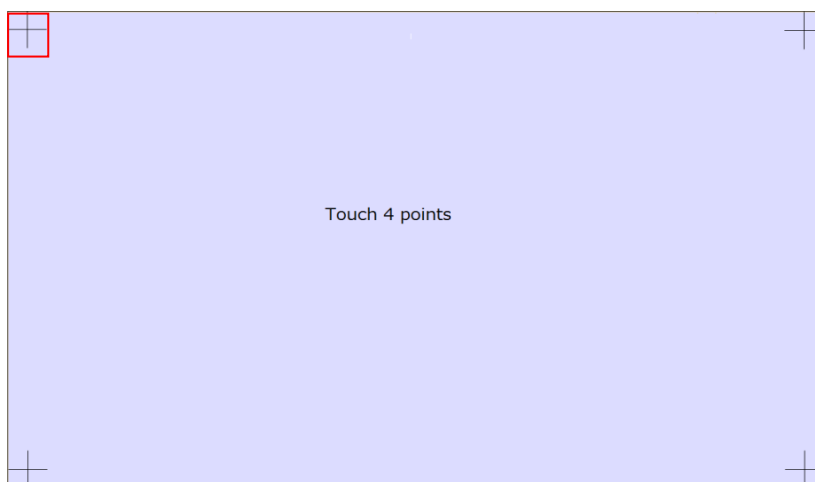

図 1-32 タッチスクリーンキャリブレーション画面
- 手順 3: 図 1-32 が表示されますのでコーナーに有る赤枠の四角で囲まれた"十"しるしを全てタッチします。押す場所を間違えますとキャリブレーションが失敗し、画面が反応しなくなります。その場合は電源を再投入して、手順 1 に戻りやり直してください。